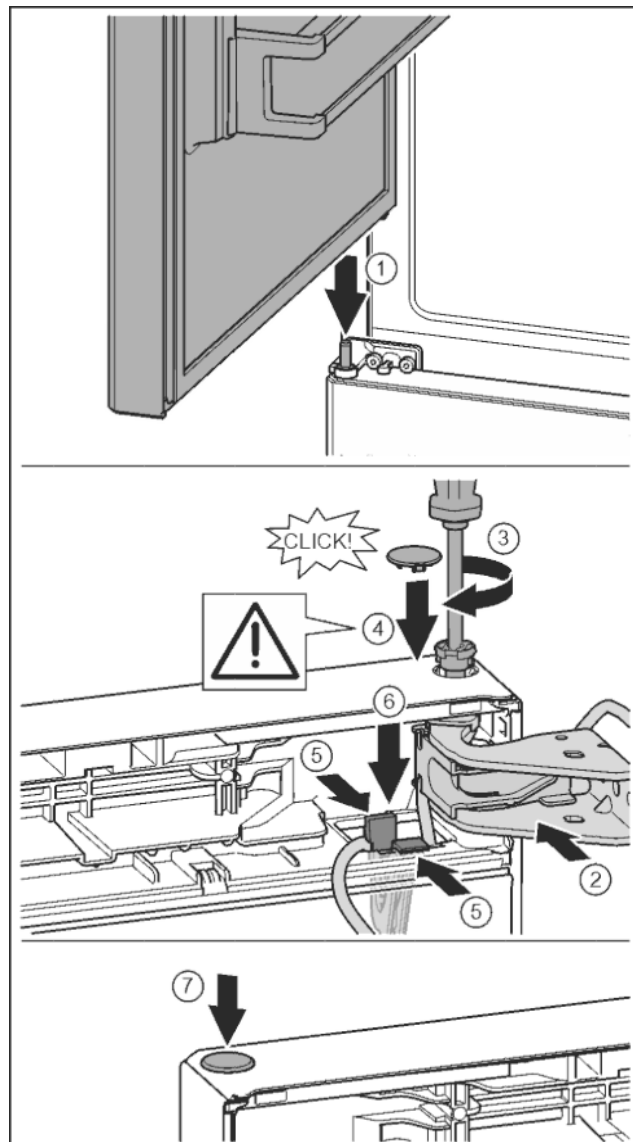

Fig. 39
- ▶ Установка верхней двери на средний опорный палец Fig. 39 (1)
- ▶ Дверь вверх выровнять по отверстию в опорном кронштейне. Fig. 39 (2)
- ▶ Вставить палец и затянуть отверткой T15. Fig. 39 (3)
- ▶ Установить предохранительную крышку для защиты двери: вставить предохранительную крышку и проверить, прилегает ли она к двери. В ином случае вставить палец полностью. Fig. 39 (4)
- ▶ Вставить держатель кабеля с закрепленным на нем кабелем в отверстие. При этом более длинное отверстие соединительной накладки должно быть направлено вперед. Fig. 39 (5)
- ▶ Прижать держатель вниз так, чтобы соединительная накладка защелкнулась. Fig. 39 (6)
- ▶ Вставить заглушку. Fig. 39 (7)